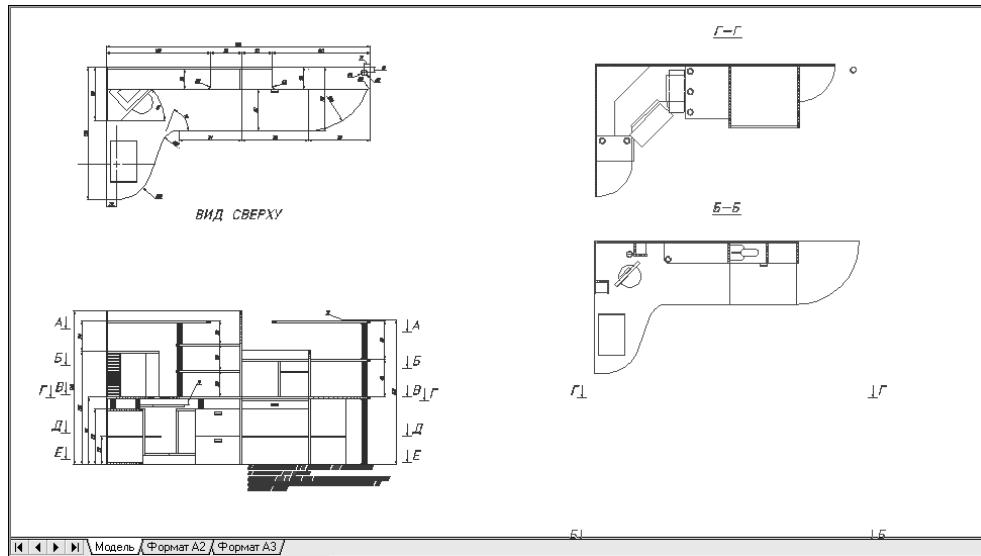

Рис. 13.30 ▼ Вид листа **Модель** (Model) после перемещения обозначений разрезов на главном виде и их переноса на слой **Размеры**
- Разморозьте слои **Штриховка 1495**, **Штриховка 1090**, **Текст 758**, **Штриховка 720**, **Штриховка 320** и **Штриховка 18**. Сместите влево и вправо обозначения линий сечения всех разрезов на главном виде, как показано на рис. 13.30, чтобы они не пересекались с размерными линиями (используйте режим **ОРТО** (ORTHO) и редактирование с помощью маркеров выделения в режиме **Перенести** (MOVE)).